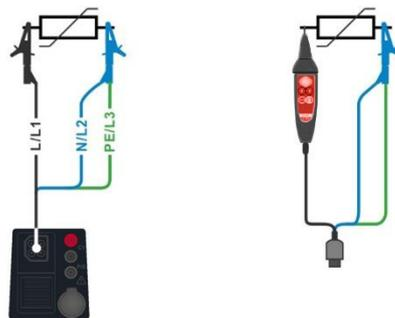

Abbildung 7.14: Anschluss der 3-Leiter-Prüfleitung und der optionalen Commander-Prüfspitze (044155)
- Schließen Sie die Prüfleitungen am Prüfobjekt an (siehe **Abbildung 7.14.**)